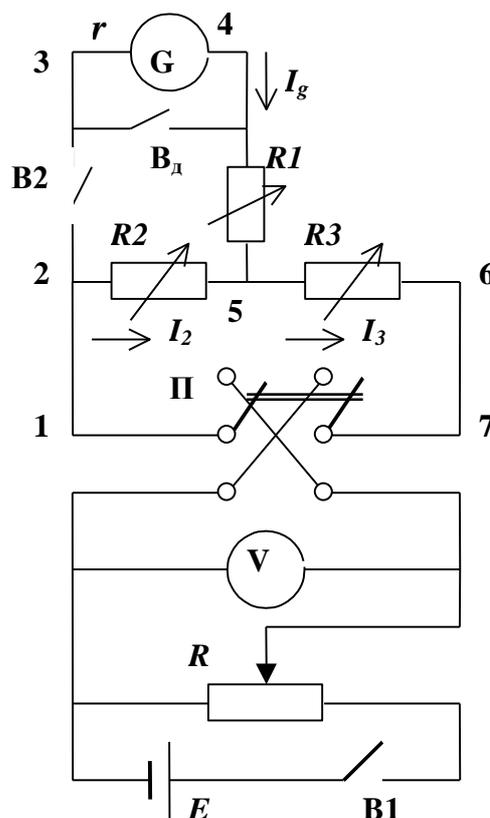

Рис.1
Для определения любой из названных характеристик требуется знание *тока гальванометра*. Измерить ток  $I_g$  ничем другим кроме данного гальванометра мы не можем. Поэтому надо составить такую цепь, где можно отделить *малую* часть тока источника и определить, *какая часть известного тока* ответвляется в гальванометр. Для этой цели предлагается схема содержащая два *делителя напряжения* (рис.1). Один из них образован потенциометром  $R$ , другой – резисторами  $R_2, R_3$ .
- 2.Соберите электрическую цепь по схеме (рис.1).
Для этого упражнения используется та же электрическая цепь (см. схему на рис.1), но другие начальные установки (см. рекомендации к упр.2).